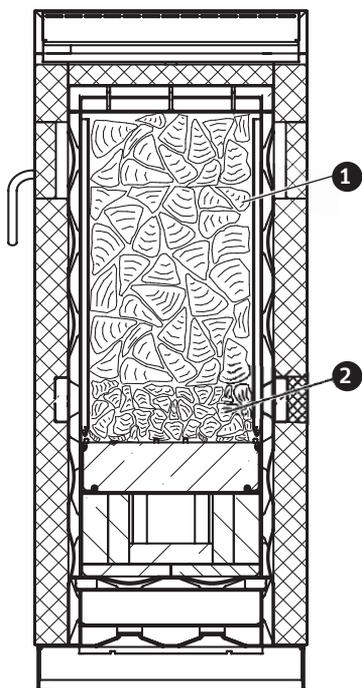
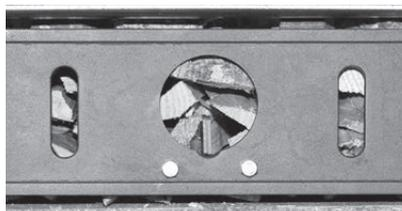

Fig. 12 Vue en coupe du foyer
Fig. 11 Bûches correctement placées devant l'ouverture d'allumage
► Placer d'abord de petites **bûches**, puis de plus grandes, et remplir le foyer en fonction des besoins – Fig. 12. Avant de fermer la porte d'allumage, contrôler que le bois se trouve directement devant l'ouverture d'allumage – Fig. 11.